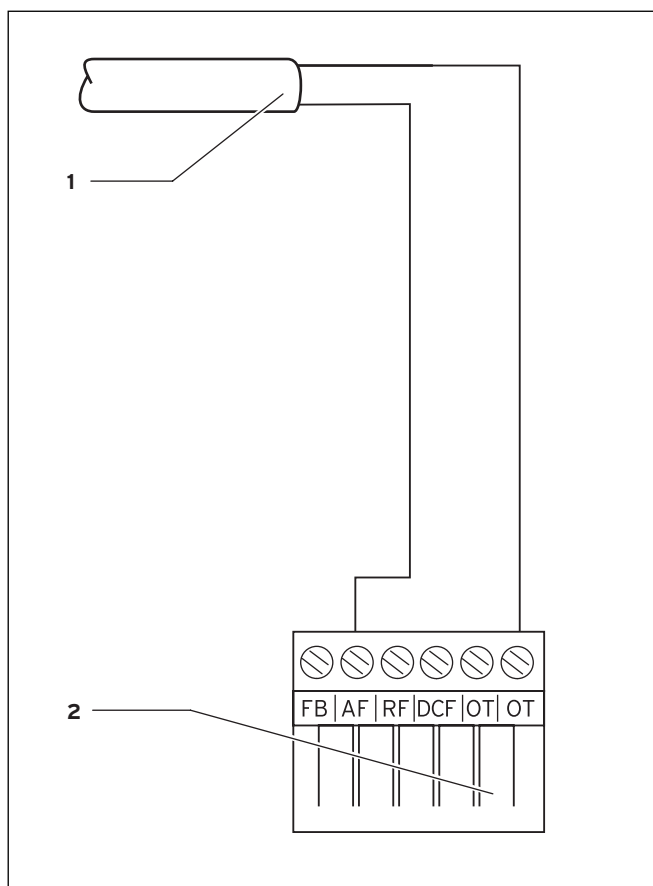

Fig. 5.2 Collegamento elettrico della sonda esterna VRC 693
- ⇒ Collegare il cavo di collegamento al connettore laterale a 6 pin come da fig. 5.2.